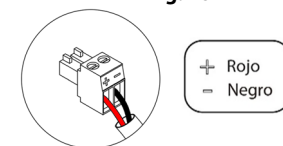

Fig. 17
① La conexión de la motorización eléctrica al módulo se realiza mediante una borna de 2 pines. Fije los cables con los tornillos de la borna respetando la polaridad de la misma (Fig. 17).